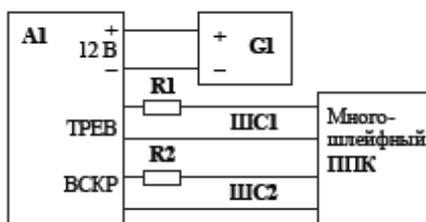

Рисунок 10. Схемы подключения извещателя "Шорох-2" для эксплуатации с отдельной передачей извещений "Тревога" и "Вскрытие"
- двумя кабелями КСПВ 2×0,4 и КСПВ 4×0,4 или общим кабелем КСПВ 6×0,4 при использовании схемы подключения извещателя "Шорох-2" для эксплуатации с отдельной передачей извещений "Тревога" и "Вскрытие" (рисунок 10).